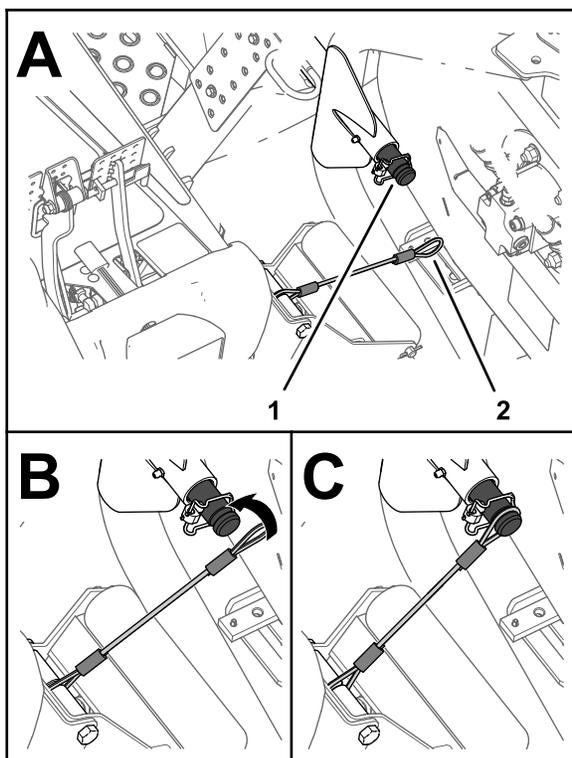

Рисунок 65
5. Совместите строп с несущим валом подъемного рычага переднего наружного режущего блока (Рисунок 65).
6. Наденьте петлю стропа на несущий вал до полной посадки петли в канавку вала (Рисунок 65).